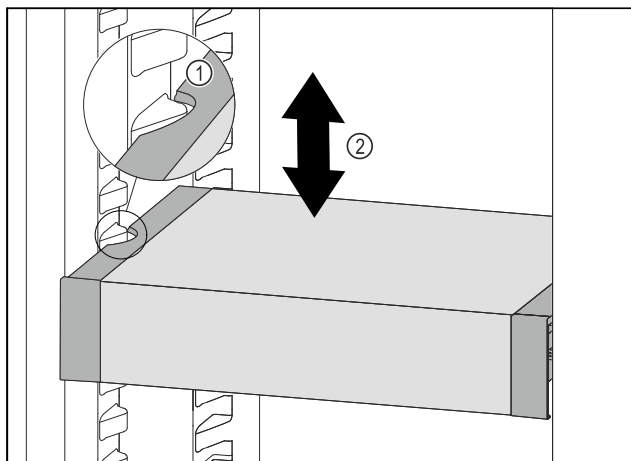

Fig. 168
- Tërhiqni VarioSafe për nga përpara, derisa foletë anësore të VarioSafe të jenë në lartësinë e brinjëve të kutisë në pjesën e ftohjes. Fig. 168 (1)
- Lëvizni VarioSafe për lart ose për poshtë në pjesën e ftohjes, derisa të arrihet lartësia që dëshironi. Fig. 168 (2)